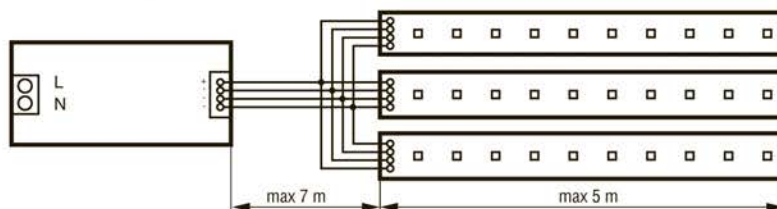

Рис. 1
- К одному каналу RGB контроллера не рекомендуется подключать последовательно более 5 метров светодиодной ленты. Для подключения нагрузки высокой мощности сечение провода должно соответствовать расчетному значению сечения для максимального потребляемого тока нагрузки. Каждые дополнительные 5 метров светодиодной ленты рекомендуется подключать параллельно отдельным проводом к RGB контроллеру как показано на Рис. 1.